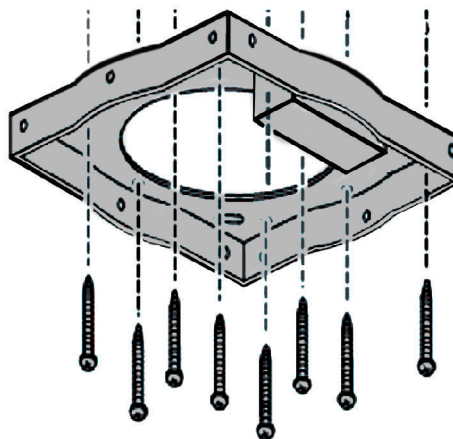

Figure 1
- En ligne avec le panneau de support, percez 8 trous dans le plafond. Voir Figure 1.
- En utilisant les vis appropriées, attachez le panneau de suspension au plafond. Voir Figure 1.